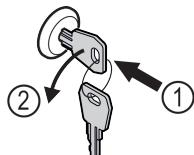

Fig. 179
- 按入钥匙。Fig. 179 (1)
- 将钥匙逆时针转动 90°。Fig. 179 (2)